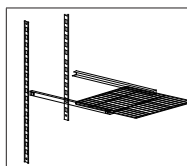

Bild 2
- Positionieren Sie die Regalhalter in der gewünschten Höhe und Abständen, für die Positionierung siehe Bild 2.
- Führen Sie die Ablagen wie auf dem Bild zu sehen in die Schlitze ein. (Bild 2)